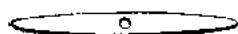

图 3
3. 在竹片中央部分用烧红的金属棒慢慢地灼烧。打穿一个比竹竿直径稍大的孔(图 3)。
4. 把竹片加工成图 3 形状, 并在竹片两端各钻一个小孔。